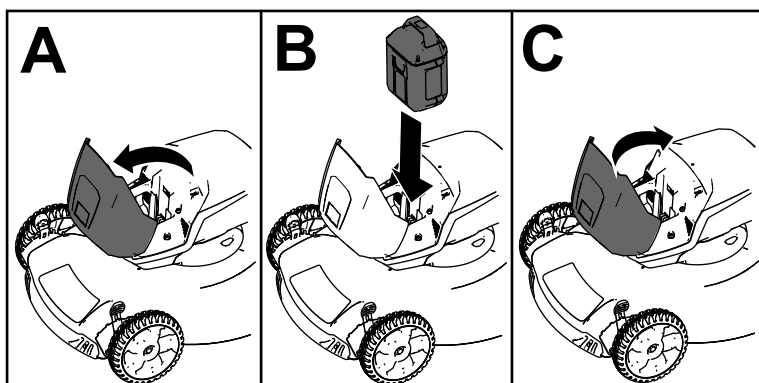

Figure 9
2. Soulevez le couvercle du compartiment de la batterie (A de la Figure 9).
3. Alignez le creux dans la batterie et la languette sur la machine, et glissez la batterie dans le compartiment jusqu'à ce qu'elle s'enclenche en position (B de la Figure 9).
4. Refermez le couvercle du compartiment de la batterie (C de la Figure 9).